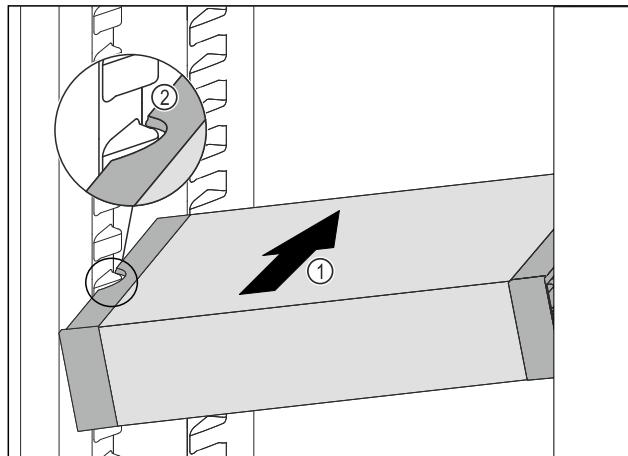

Fig. 127
- ▶ Вкарайте VarioSafe под ъгъл в хладилната част Fig. 127 (1), докато страничните прорези Fig. 127 (2) на VarioSafe се намират на височината на реброто на съда в хладилната част.